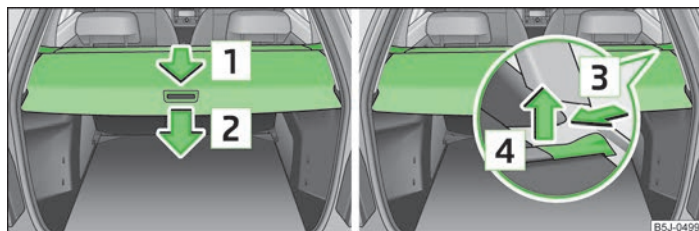

Fig. 49 Maletero: Cubierta del maletero enrollable/desmontar la cubierta del maletero enrollable
- Tirar de la cubierta enrollable del maletero en el sentido de la flecha [1] » fig. 49 hasta el tope en posición asegurada.